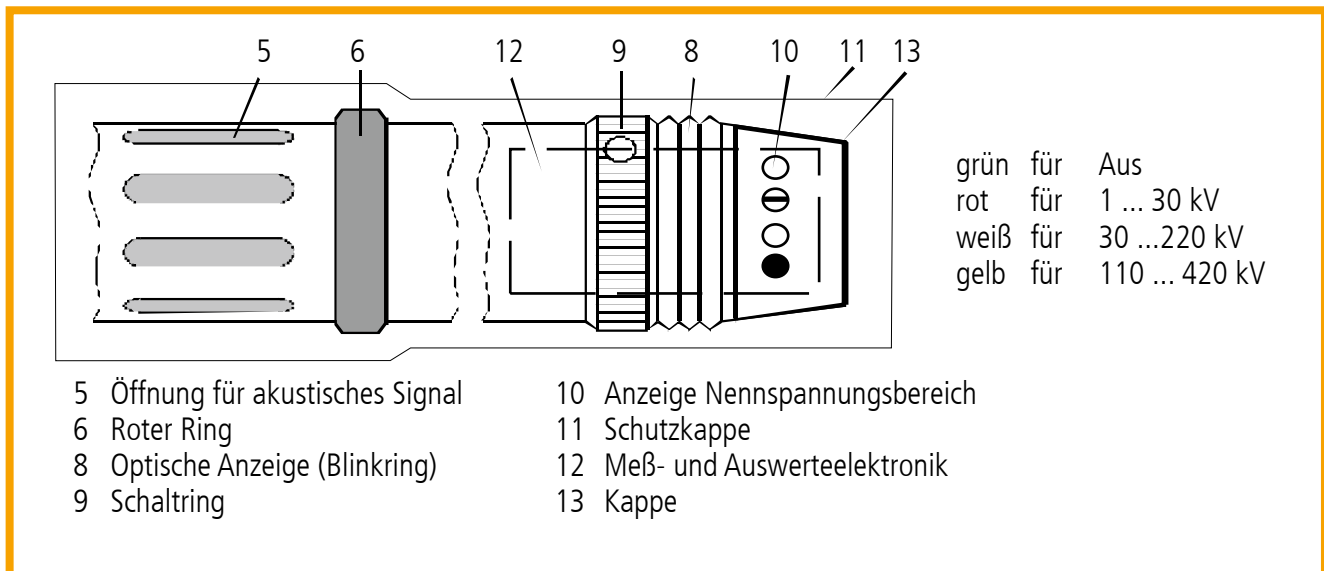

Bild 5 Arbeitskopf mit Anzeigeteil
- 4.7** Der Hochspannungsanzeiger ist ein Mehrbereichsspannungsanzeiger. Die Umschaltung der Spannungsbereiche erfolgt durch einen gelben **Schaltring (9)** am Arbeitskopf (siehe Bild 5)
- 5.1** Der Hochspannungsanzeiger hat am Arbeitskopf einen gelben gerändelten **Schaltring (9)**, an dem durch Drehung das Gerät angeschaltet und gleichzeitig der entsprechende Nennspannungsbereich eingeschaltet wird (siehe Bild 5).
- 6.2** Lösen der axialen Senkschraube in der Kappe (Bild 5, Seite 8) und Abnehmen der Kappe